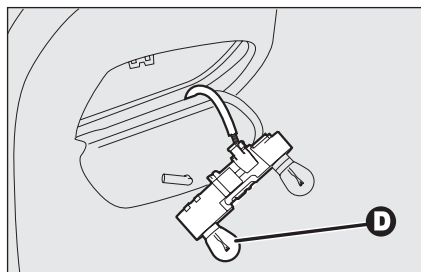

fig. 35
- rimuovere e sostituire la lampada interessata spingendola leggermente e ruotandola in senso antiorario **fig. 35**;